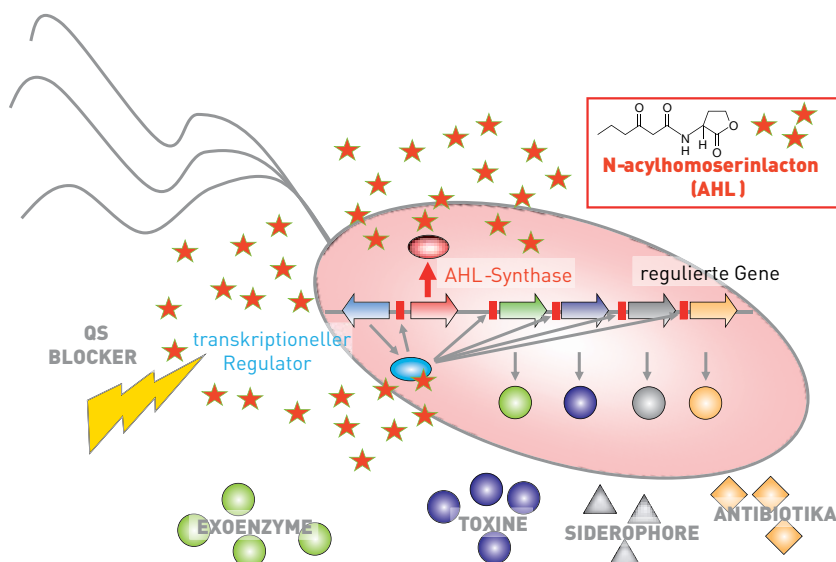

Abb. 2 Das QS-System gramnegativer Bakterien besteht aus einer Signalmolekülsynthase, die N-Acylhomoserinlactone (AHL) produziert.
Globale Genregulation ermöglicht es Bakterien, ihr Expressionsprofil wechselnden Bedingungen, wie sie z.B. bei der Besiedelung von Wirtsorganismen auftreten, anzupassen. Eines der Regulationssysteme, das umfassende Änderungen der Genexpression kontrolliert, ist die bakterielle Zell-Zell-Kommunikation, auch als Quorum Sensing (QS) bezeichnet (Abb. 2). QS befähigt Bakterien ihre eigene Populationsdichte wahrzunehmen und bestimmte Gene in Abhängigkeit von der Zelldichte zu exprimieren. Wir arbeiten seit einigen Jahren an der molekularen Charakterisierung der QS-Systeme verschiedener Gram-negativer, opportunistisch pathogener Organismen, darunter *Pseudomonas aeruginosa* und *Burkholderia cenocepacia* [1]. Beide Organismen sind können lebensbedrohliche